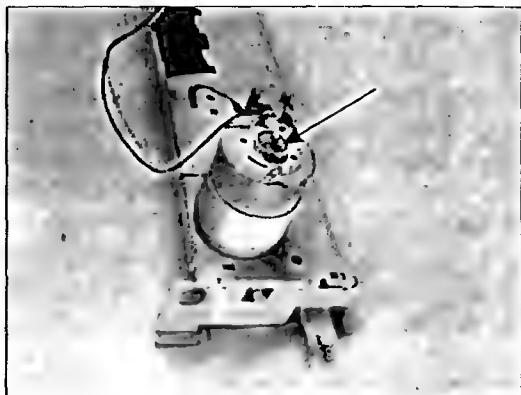

Рис. 2.17
12. Снимают двигатель привода движения каретки. Двигатель (рис. 2.17) крепится двумя винтами к основанию. Двигатель — постоянного тока (напряжение питания 32 В), реверсивный, коллекторного типа. Разборка двигателя достаточно проблематична, его корпус запрессован, а вот при профилактике смазать скользящие втулки необходимо (на рисунке нижняя втулка показана стрелкой).